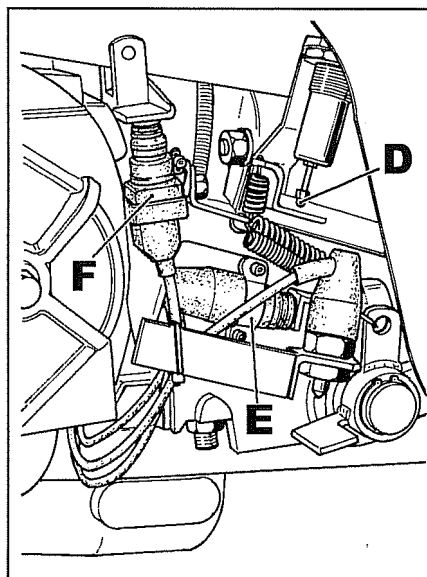
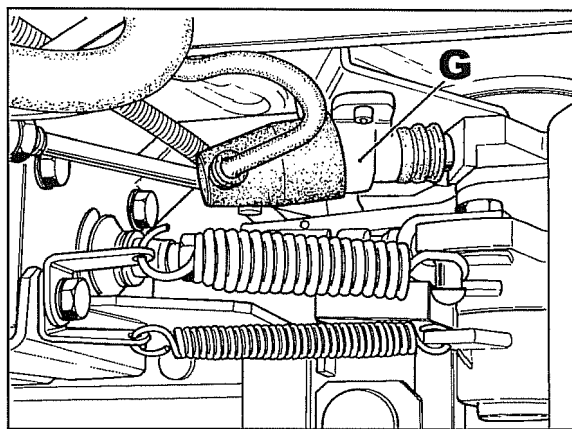

Fig. 5
Fig. 6
- Estas operações são comandadas respectivamente pelo interruptor luzes de stop E fig.5 e pelo interruptor G fig.6 posto em baixo do pedal do travão esquerdo.
- 6.2 Controlar que não hajam corpos estranhos (terra ou similares) em baixo dos interruptores **E-F** fig. 5, respectivamente do stop e travão de estacionamento e do interruptor **G** fig. 6 do engate da dupla tracção.
- 6.3 (para a versão máx.) Efectuar o mesmo tipo de controlo em baixo da ponta **D** fig. 5 do sensor, que substitui o interruptor **G** da fig. 6.
Controlar também a exacta regulação do interruptor de engate da dupla tracção **G** fig. 6, operando da seguinte maneira:
Accionar os pedais do travão acoplados e simultaneamente controlar o acendimento das luzes stop através do interruptor **E** fig. 5.
Continuar a acção de travagem e controlar que o sistema de alavancas que acciona a ponta do interruptor **G** fig. 6, ao se distanciar efectue um curso de 4-5 mm antes de alcançar a máxima extensão da ponta, até se desprender de 1-2 mm terminada a acção de travagem.
- 9 (Para a versão máx.) Controlar a exacta regulação da ponta **D** fig. 5 do sensor do travão operando da seguinte maneira:
- 9.1 Accionar os pedais do travão acoplados e simultaneamente controlar o acendimento das luzes stop através do interruptor **E** fig. 5.